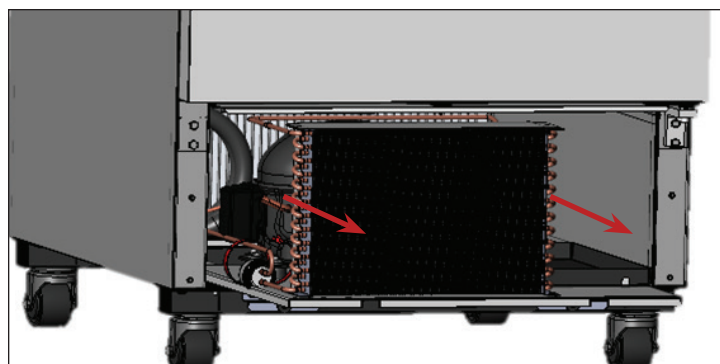

Рис. 6. Осторожно выдвинуть конденсатор.
7. Осторожно выдвинуть конденсатор (он имеет гибкие гидравлические соединения). См. рис. 6. Осторожно продуть змеевик сжатым воздухом или CO₂ до полной очистки.